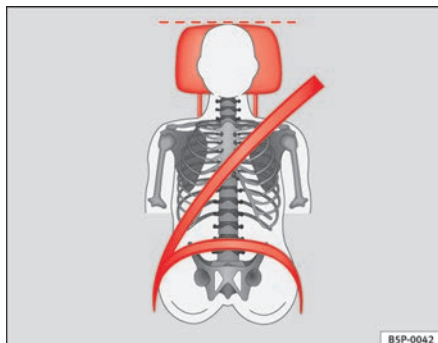
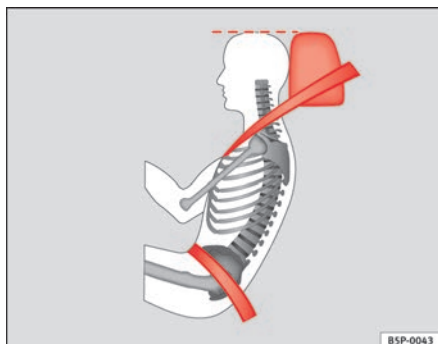

Fig. 3 Encosto de cabeça correctamente regulado visto de frente
Fig. 4 Encosto de cabeça correctamente regulado visto de lado
- Ajuste o apoio de cabeça de forma a que o rebordo superior fique, na medida do possível, alinhado com a parte superior da cabeça, no mínimo à altura dos olhos ⇒ **fig. 3** e ⇒ **fig. 4**.